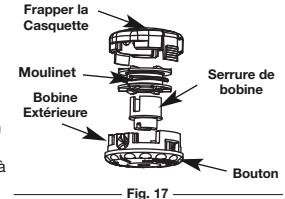

Fig. 17
2. Retirez le couvercle soit en le faisant sauter, soit en le dégagéant petit à petit, puis retirez la bobine (Fig. 17)
4. Replacez la bobine dans le couvercle de la bobine extérieure (Fig. 17)
5. Replacez le couvercle de la tête de coupe et poussez fermement jusqu'à ce que les deux languettes retrouvent leur place. (Fig. 17)